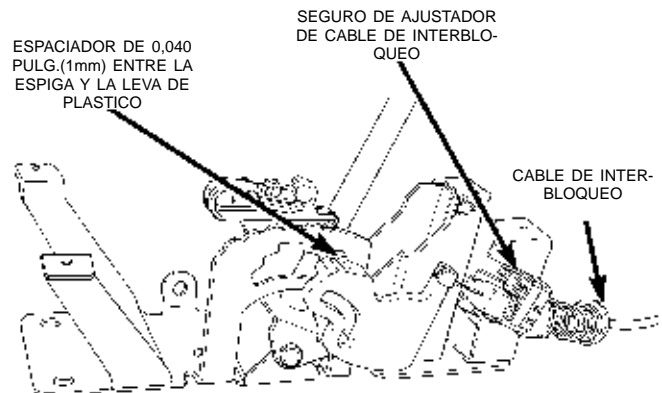

Fig. 28 Seguro de ajustador de cable de interbloqueo
(1) Desconecte y aisle de la batería del vehículo, el cable negativo (-).
(2) Retire el conjunto de consola. Consulte el Grupo 23, Carrocería.
(3) Retire el tornillo de ajuste del pomo del cambio de marchas y el pomo.
(4) Retire los tornillos que retienen el marco del indicador del cambio de marchas y retire el marco y la luz indicadora.
(5) Vuelva a instalar el pomo del cambio de marchas.
(6) Coloque el cambiador en PARK.
(7) Gire el interruptor de encendido a la posición LOCK o ACCESSORY. Si el cable está fuera de ajuste, emplácelo manualmente a fin de poder lograr que la llave pase a la posición LOCK o ACCESSORY. Aferre la oreja del cable de interbloqueo con alicates de puntas delgadas y tire del cable hacia atrás. Esto permitirá que el interruptor de encendido pueda girar a la posición LOCK o ACCESSORY.
(8) Verifique que la orejuela del cable de interbloqueo esté completamente asentada dentro de la palanca de interbloqueo del cambiador.
(9) Compruebe que el interruptor de encendido continúa en la posición LOCK o ACCESSORY.
(10) Con un movimiento de palanca hacia arriba, suelte el seguro del ajustador del cable de interbloqueo de cambiador/encendido (Fig. 28).
(11) Coloque un espaciador de 1mm (0.040 pulg.) entre la porción de mayor diámetro de la espiga del portón del cambiador y la leva de plástico (Fig. 28).
(12) El muelle del cable de interbloqueo debe compensar automáticamente el aflojamiento del ajustador.
(13) Coloque a presión el seguro del ajustador de bloqueo en el cable y retire el cambiador.
(14) Una vez ajustado el sistema de interbloqueo, lleve a cabo la comprobación del funcionamiento del sistema de interbloqueo en la sección de Ajustes de este grupo.